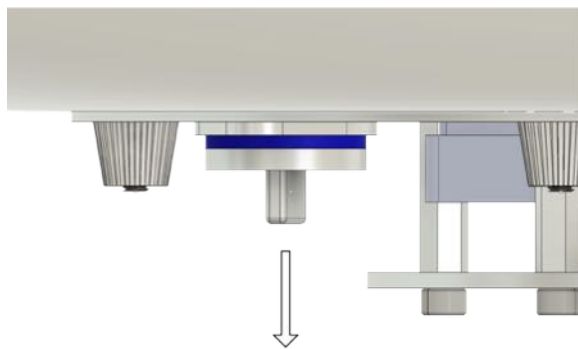

Abb. 3
3. Om de lucht sneller te laten ontsnappen, opent u de draaivergrendeling op de bodemplaat (fig. 3).